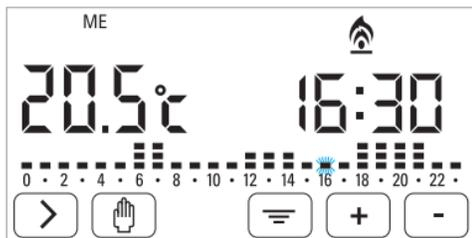

fig. 20
9.1 Con il modo di funzionamento Automatico, il Cronotermostato regola l'accensione o lo spegnimento dell'impianto (riscaldamento o raffrescamento) in base ai livelli di temperatura impostata per i vari giorni e ore della settimana. Per attivarlo premere il tasto touch Mano. Sul display compaiono le 3 fasce di temperatura t1, t2 e t3 in base alla regolazione impostata fig.20